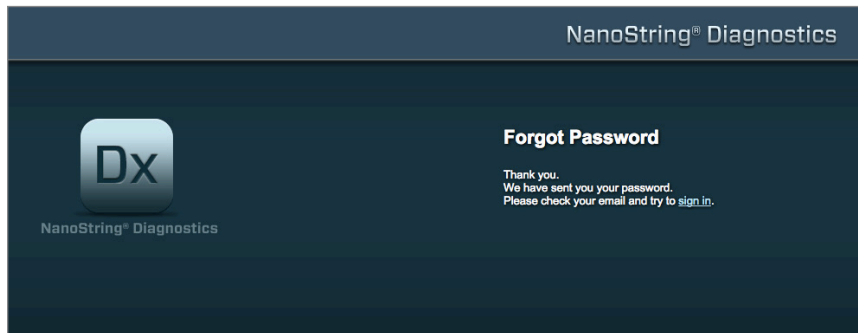

FIGURA 4.4: página de confirmación tras solicitar una contraseña
- Si el sistema nCounter encuentra un perfil coincidente, la contraseña se enviará por correo electrónico a la dirección registrada (**FIGURA 4.4**).